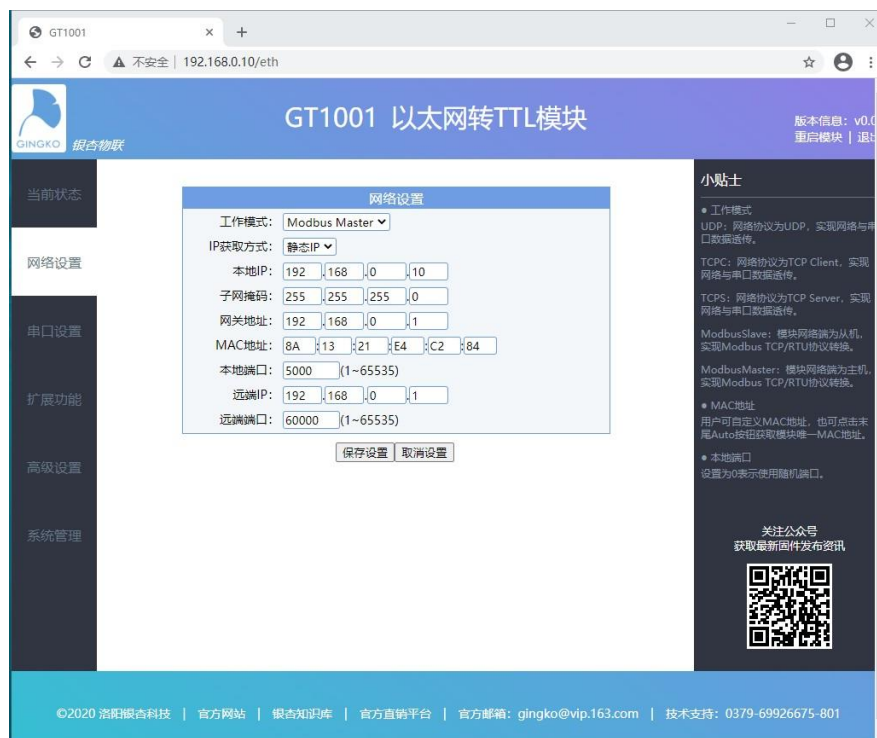

Abbildung 7-3 Netzwerkpauereinstellungen
- (3) Sie können die netzwerkbezogenen Parameter im Abschnitt "Netzwerkeinstellungen" einstellen, wie in Abbildung 7-3 gezeigt, und dann auf Einstellungen speichern klicken.